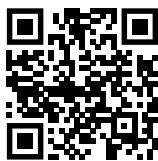

Fig. 48
- Nyissa meg a Liebherr SmartMonitoring Dashboard oldalt. (lásd Fig. 48)